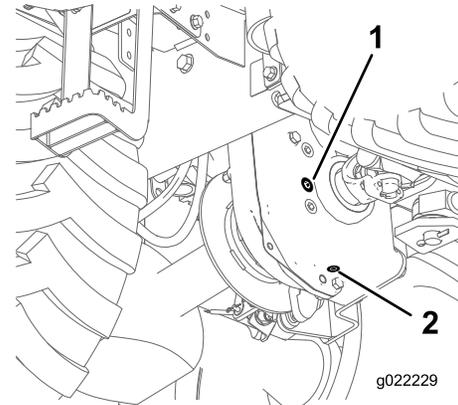

Figura 29
2. Limpie la zona alrededor del tapón de llenado con un disolvente (Figura 29).